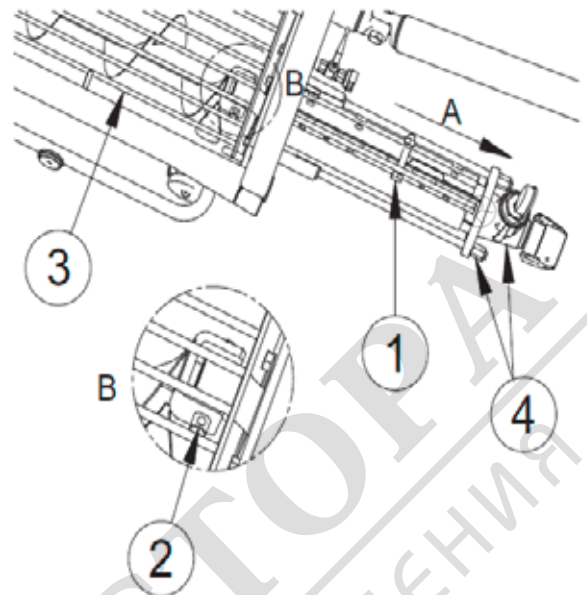

Fig.9
Pierderea debitului materialului prin pistol poate reprezenta uzura pompei. Încercați să strângeți treptat – o rotire pe rând – șuruburile de pe elementul de strângere (fig. 9, ref. 1) a pompei și vedeți dacă problema persistă. În caz contrar, pentru substituirea pompei, acționați după cum urmează: fixați debitul la minim și opriți mașina într-o poziție în care se poate scoate ușor bulonul de tracțiune (fig. 9, ref. 2) a șurubului excentric. Cu pompa goală, curată, și cu motorul oprit, ridicați grilajul cuvei (fig. 9, ref. 3), înșurubați piulițele tiranților de blocare a pompei (fig. 9, ref. 3), îndepărtați bulonul de tracțiune a șurubului (fig. 9, ref. 1) și îndepărtați simultan șurubul și statorul (fig. 9, ref. A).